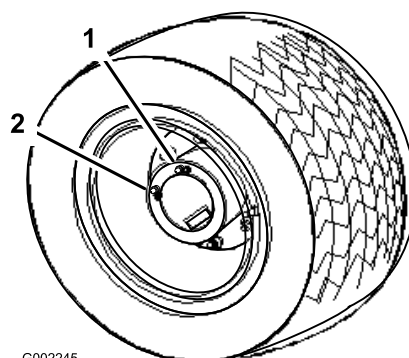

Figura 50
5. Spostate il veicolo lentamente finché la ruota si trova in posizione di riempimento come illustrato nella Figura 50